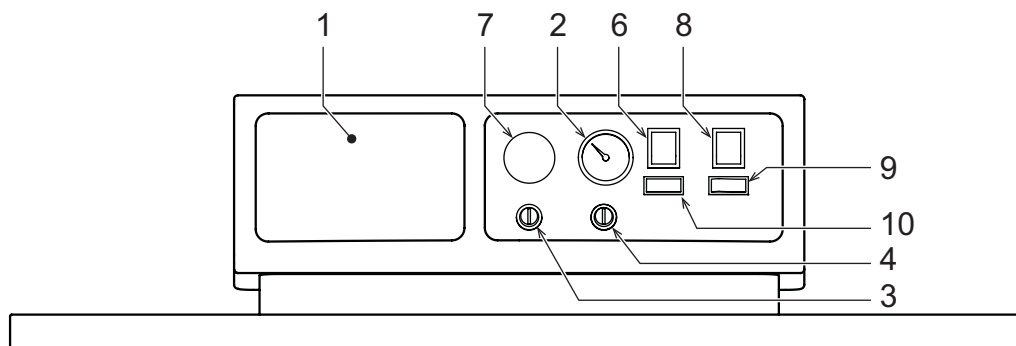

fig. 1
- Portare l'interruttore di caldaia "8" sulla posizione "acceso" (fig. 1).
- Qualora la caldaia venga dotata di una centralina elettronica termostatica, montata in posizione 1 di fig. 1, l'utente dovrà tenere conto anche delle istruzioni fornite dal costruttore della stessa.
Ruotando la manopola 7 di fig. 1 in senso orario la temperatura dell'acqua di riscaldamento aumenta, in senso antiorario diminuisce. La temperatura può essere variata da un minimo di 30° ad un massimo di 90°. Consigliamo comunque di non far funzionare la caldaia al di sotto dei 45°.
Impostare tramite il termostato ambiente la temperatura desiderata all'interno dei locali. Su comando del termostato ambiente la caldaia si accende e porta l'acqua impianto alla temperatura impostata dal termostato di regolazione caldaia 7 di fig. 1. Al raggiungimento della temperatura desiderata all'interno dei locali il generatore si spegne.
La pressione di caricamento ad impianto freddo, letta sull'idrometro caldaia part. 2 di fig.1, deve essere di circa 1,0 bar. Qualora durante il funzionamento la pressione dell'impianto scendesse (a causa dell'evaporazione dei gas disciolti nell'acqua) a valori inferiori al minimo sopra descritto, l'utente dovrà, agendo sul rubinetto di caricamento, riportarla al valore iniziale. A fine operazione richiudere sempre il rubinetto di riempimento.